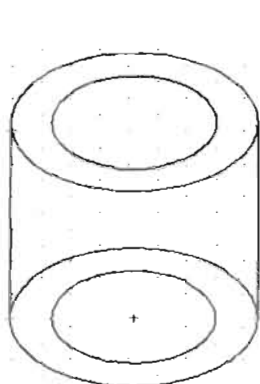

图 11-16
(4) 打开“象限点”捕捉功能, 绘制连接象限点 1 和 2、象限点 3 和 4 的直线, 结果如图 11-16 所示。